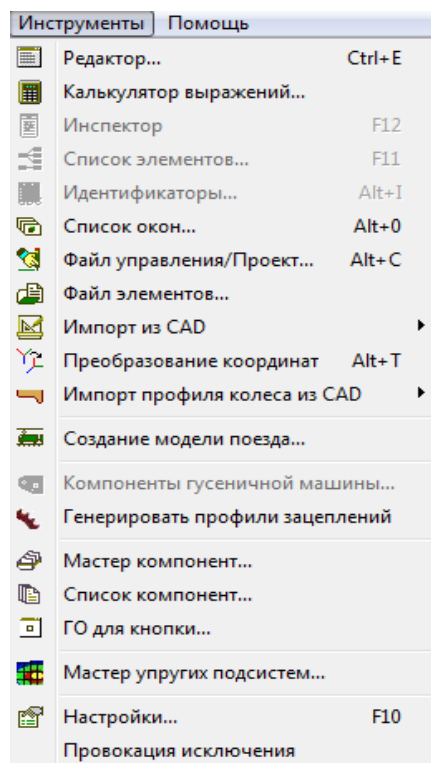

Рис. 1.52. Вызов мастера создания модели поезда
2. Откройте мастер создания модели поезда с помощью команды меню **Инструменты | Создание модели поезда...**, рис. 1.52.